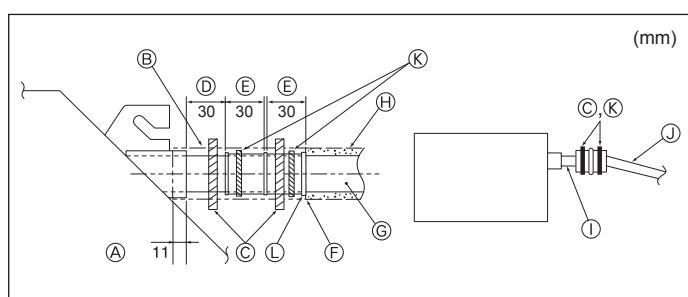

Fig. 3-5
1. Die Ablaufmuffe (mit der Anlage geliefert) an den Dränageauslaß anschließen. (Fig. 3-5)